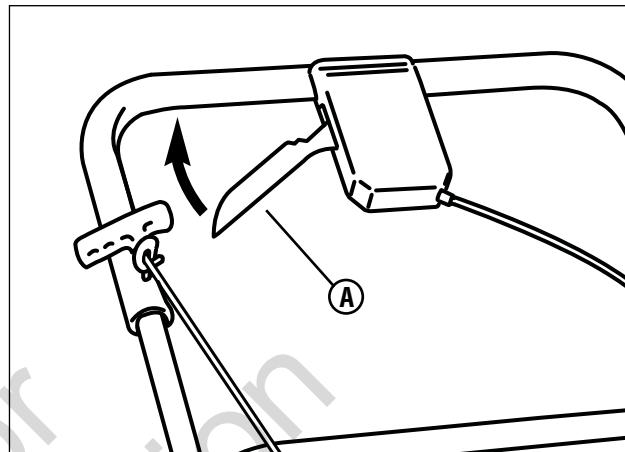

Figura 12: Operación del sistema de tracción de las ruedas delanteras
2. **Modelos SP2265 y NSP2265:** tire de la palanca de tracción (**A**, **Figura 12**) completamente hacia atrás. El sistema de transmisión está ahora acoplado.